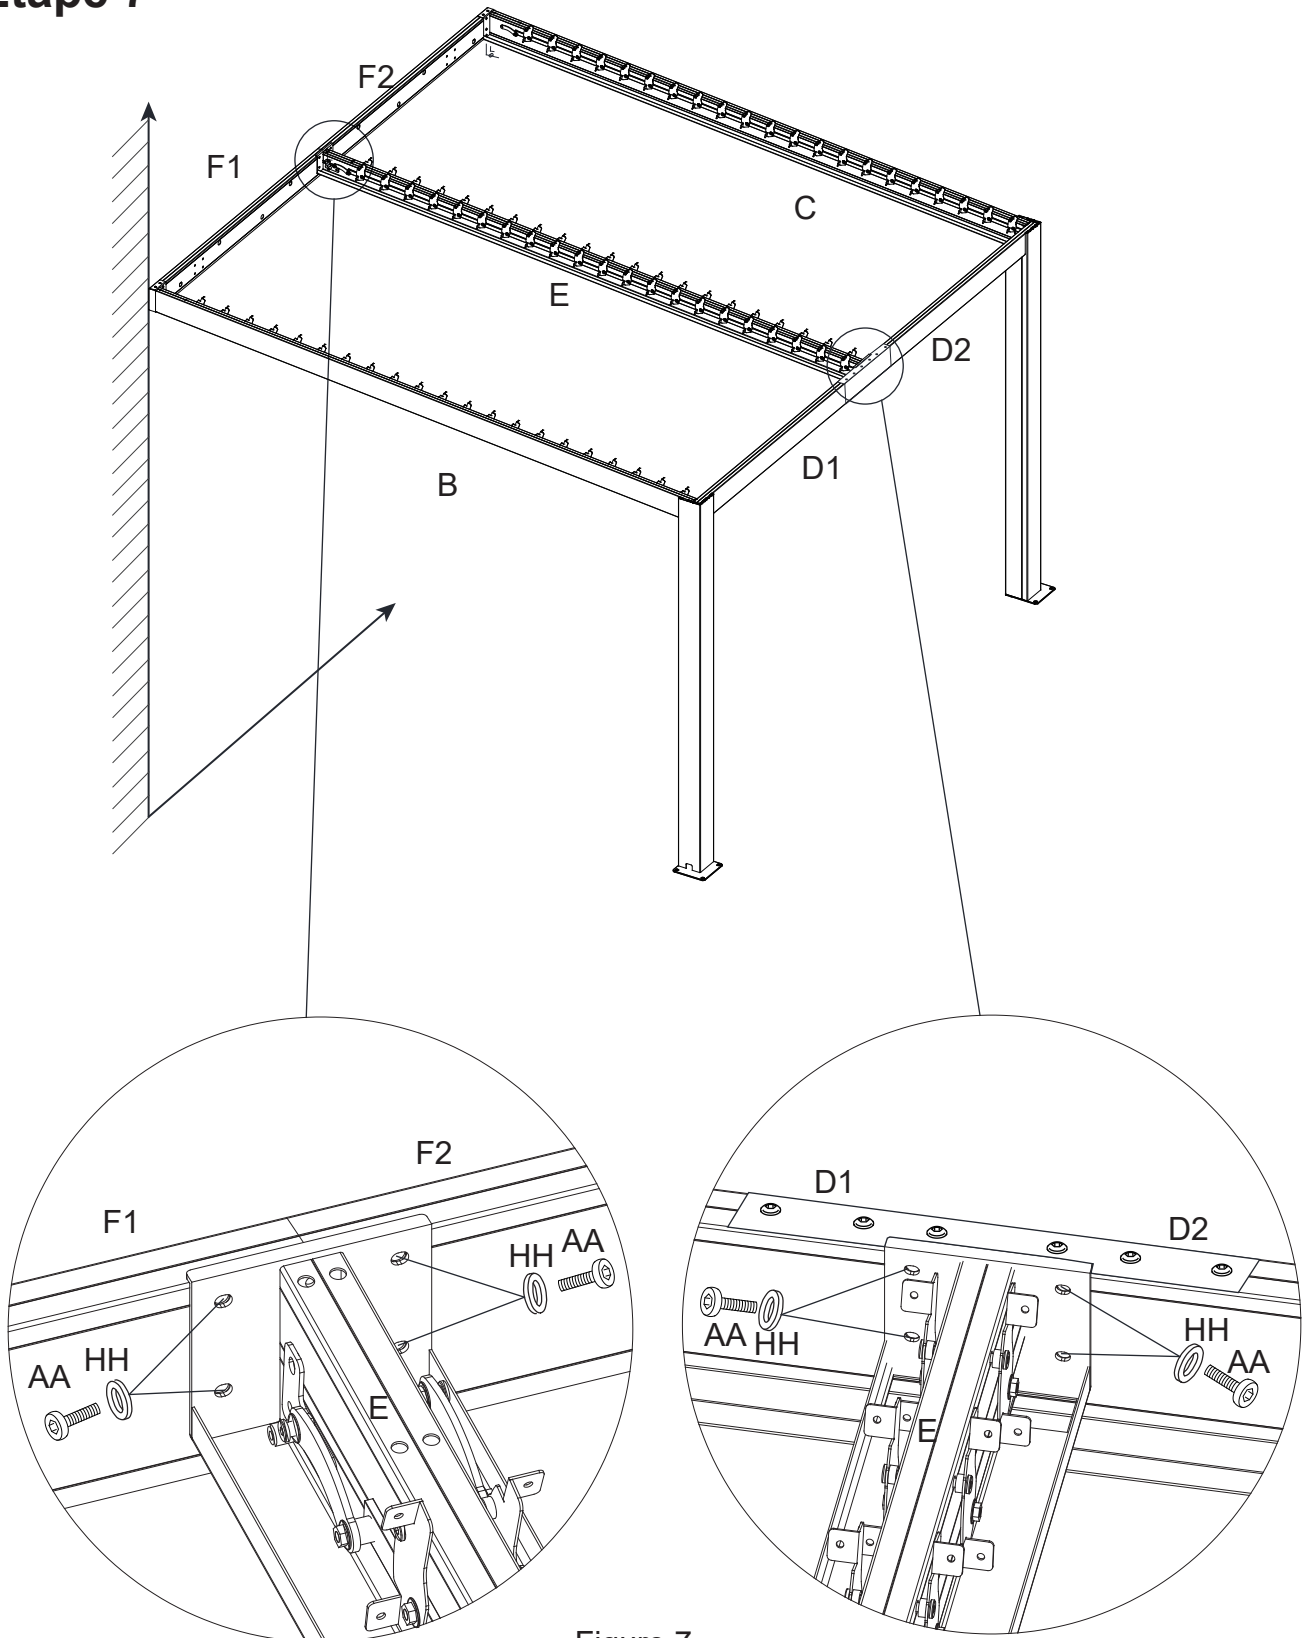

Figure 7
Figure 7. Connectez une extrémité de la traverse centrale (E) aux traverses avant (D1/D2). Connectez les autres extrémités de la traverse centrale (E) aux traverses arrière (F1/F2) à l'aide des boulons (AA) et des rondelles (HH).